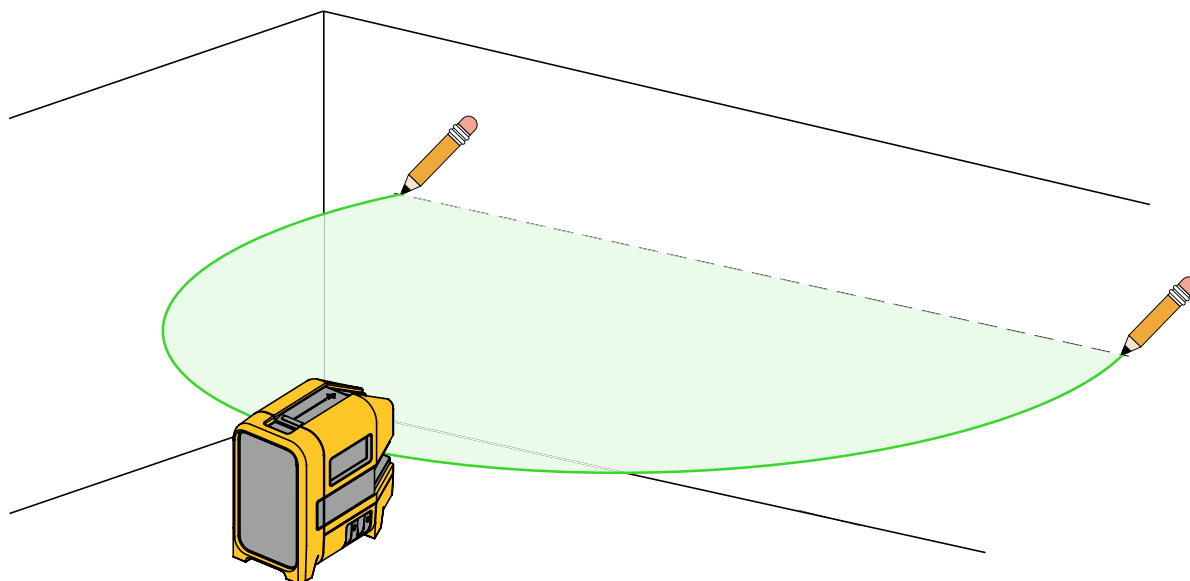

Figura 2. Novo alinhamento horizontal ou diagonal
2. Liga o laser horizontal e aponta o laser para a área-alvo. Veja a Figura 2.